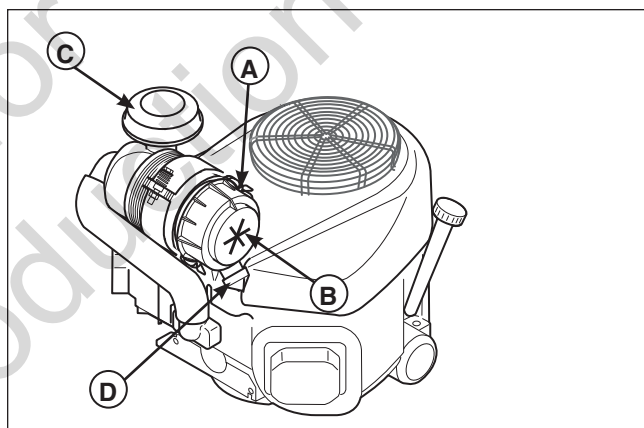

Figura 13. Cambio del filtro dell'aria
1. Allentare i due fermagli di ritenuta (A, Figura 13) e togliere la copertura (B) dal corpo del filtro dell'aria (C).